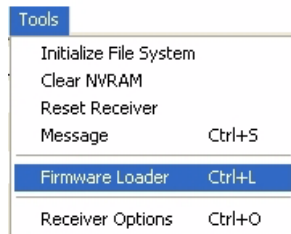

Рисунок 5-16. Tools->Firmware Loader
4. Нажмите *Tools->Firmware loader* (Рисунок 5-16).